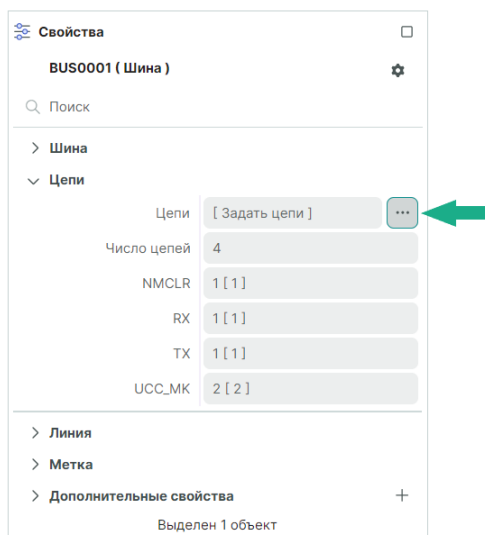

Рис. 132 Переход в окно «Шина»
- Из пункта «Цепи» на панели «Свойства». Для этого нажмите на кнопку , см. Рис. 132.